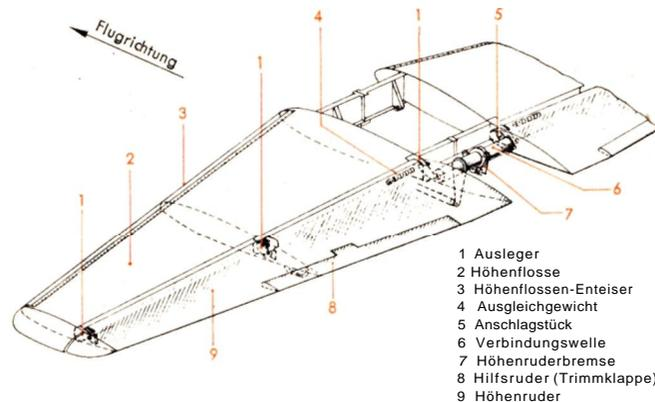

Abb. 4 Höhenleitwerk, ausgebaut
Das Höhenruder (9) (Abb. 4) ist in zwei Hälften unterteilt, die außerhalb der Rumpfsseitenwand mit der Verbindungswelle (6) verschraubt sind.
Nachdem die Hilfsruder-Stoßstangen an der Trennstelle neben dem mittleren Ruderlager gelöst und die Lagerbolzen von den Auslegern (1) (Abb. 4) entfernt sind, kann das Ruder abgenommen werden.